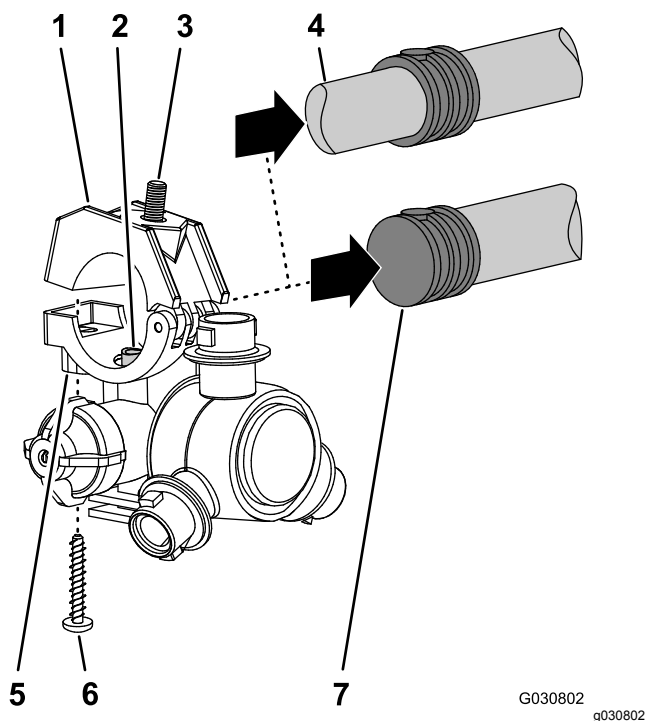

Рисунок 120
5. У 8 распылительных сопел, снятых при выполнении пункта 1, отверните винты из нержавеющей стали (№ 12 x 1 1/4 дюйма), которые крепят верхние половины зажимов и хвостовики двухсторонних или односторонних шланговых штуцеров типа «елочка» (3/4 дюйма) к корпусу каждого распылительного сопла, и снимите хвостовики штуцеров типа «елочка» (Рисунок 120).